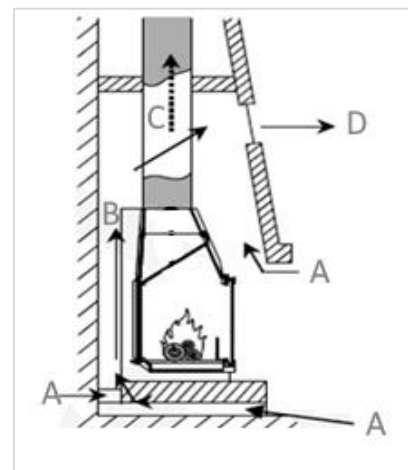

Figura 3
3. **CALOR DE LA CONVECCION.** Para un distribucion del calor de conveccion que se produce en el interior de obra hay que instalar rejillas de ventilacion (una inferior y otra superior). Esto creara un flujo de aire de entrada y salida de aire del interior de la obra. Vease en **figura 3** ejemplo del flujo de aire por efecto de conveccion.